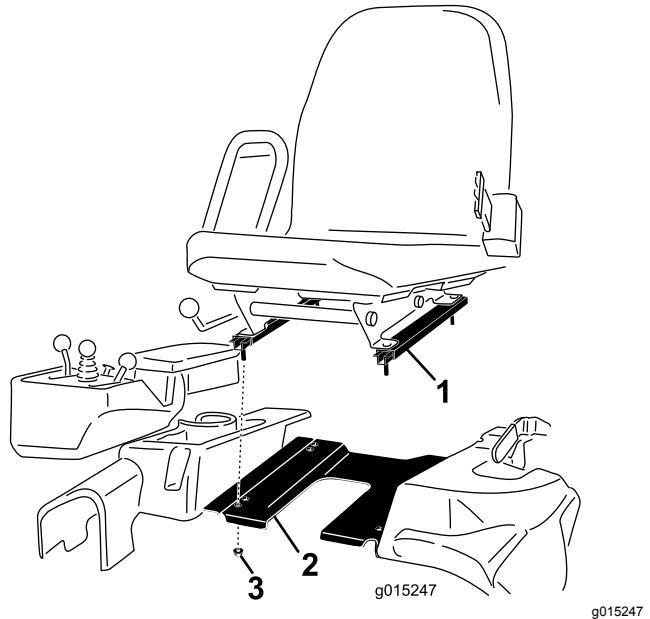

Figure 3
3. Retirez et mettez au rebut les 4 écrous qui fixent les glissières du siège au plateau et déposez le siège (Figure 3).